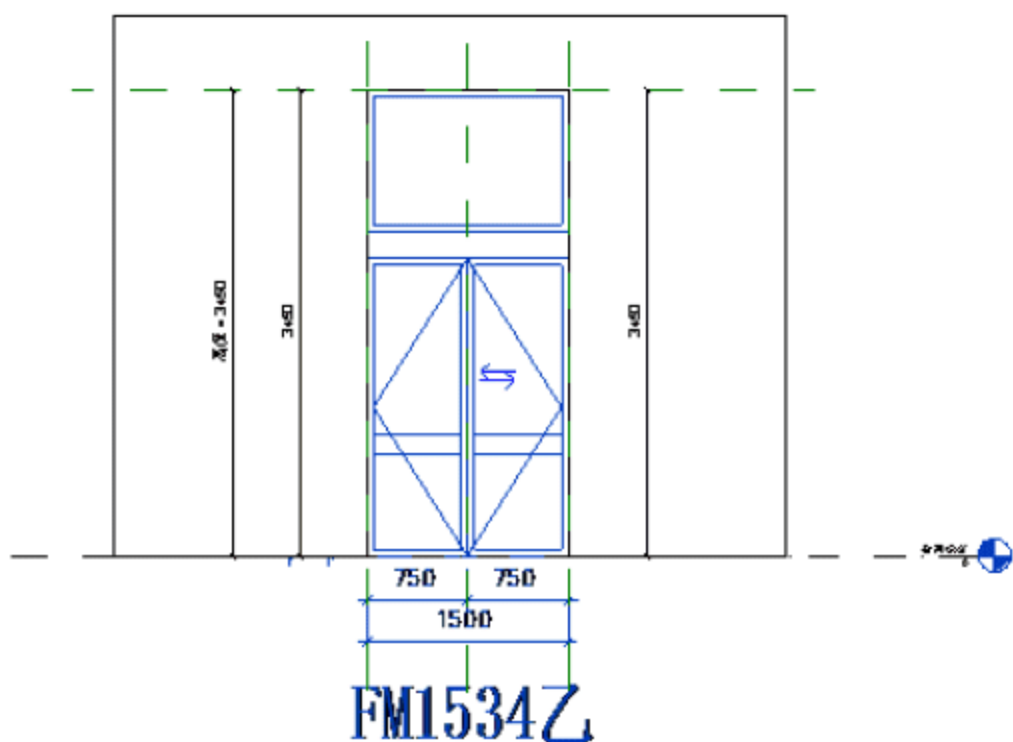

图 6.2.9 调整后的 FM1534 乙.dwg
(8) 调整 CAD 图形。选定导入的“FM1534 乙.dwg”CAD 图形，按快捷键 M+V，将“FM1534 乙.dwg”的导入 CAD 图形移动至如图 6.2.9 所示位置。